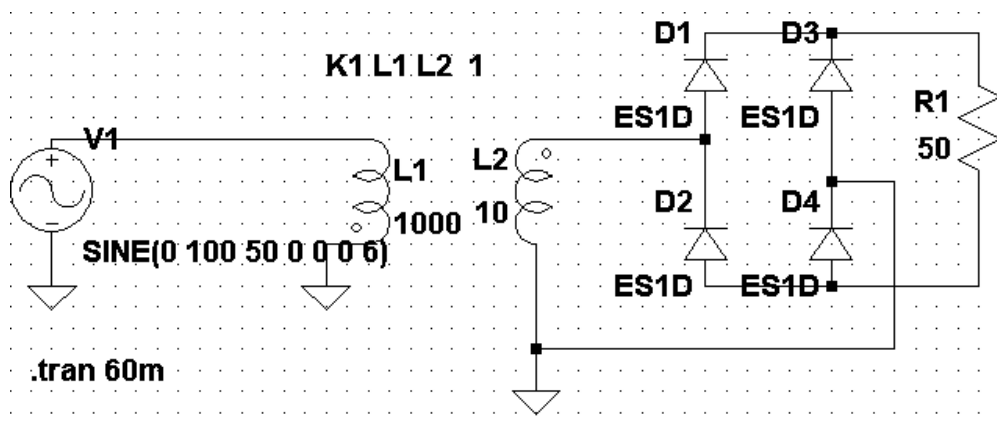

Рис. 4. Схема мостового выпрямителя с активной нагрузкой
1. Создайте схему выпрямителя с активной нагрузкой (рис. 4). В мостовой схеме трансформатор двух обмоточный. Коэффициент связи обмоток оставляем равным $K=1$, $K_T=10$.